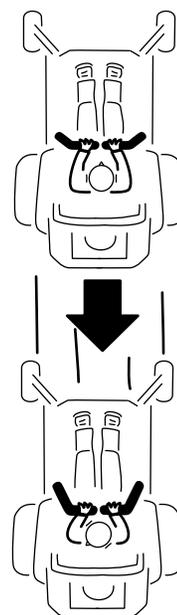

Figura 27
2. Pentru a vă deplasa în mararier, trageți ușor manetele de control al micării spre spate (Figura 27).